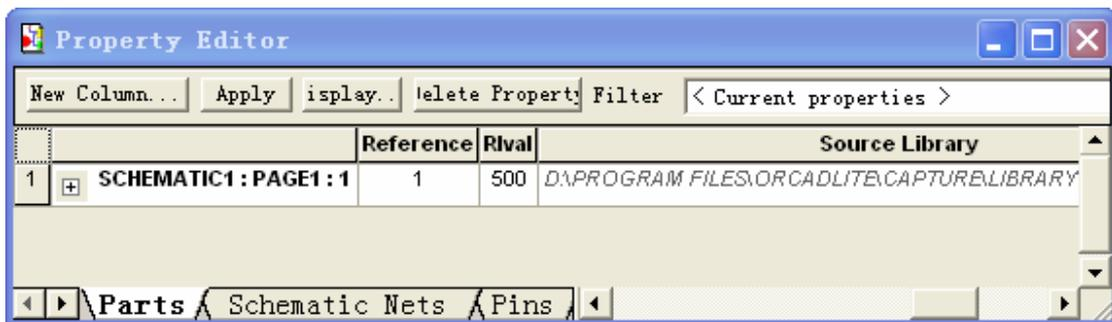

图 3.4.4: PARAM 元件的 Property Editor 窗口, 显示新创建的 Rlval 列
- 4) 你将注意到新列 Rlval 已经被创建了。在 Rlval 的下面输入电阻的初始值: 让它为 500, 如图 3.4.4。